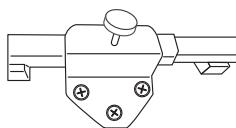

Рис. 7
5. Установите вентилятор и зафиксируйте его барабанковым винтом, как показано на (рис. 7).